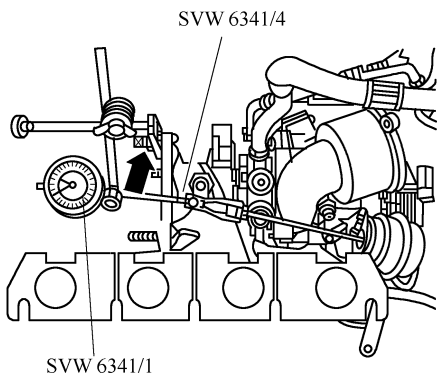

图 2-6-6 调整废气涡轮增压器
10) 将通用千分表支架连接至废气涡轮增压器箭头处, 并将带 30mm 加长件的千分表 SVW6341/1 和扁平按钮 SVW6341/4 安装在通用千分表支架上, 如图 2-6-6 所示。